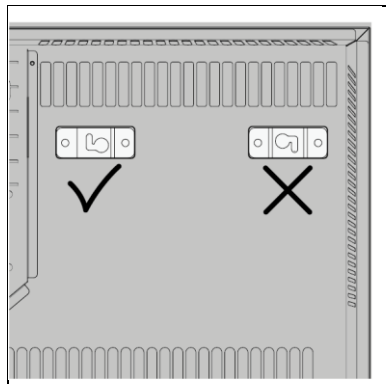
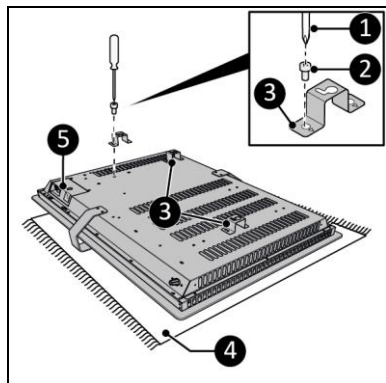

Figura 10
Figura 11
11. Înainte de a instala suporturile pe dispozitiv, verificați de două ori orientarea (Figura 10).
12. Așezați dispozitivul pe o suprafață netedă și stabilă (Figura 11, poz. 4).
13. Înșurubați și fixați trei suporturi (Figura 10, poz. 1) pe ambele părți ale corpului principal (Figura 11, poz. 5) cu un șurub mic (Figura 11, poz. 2) folosind o șurubelniță Phillips (Figura 11, poz. 3).